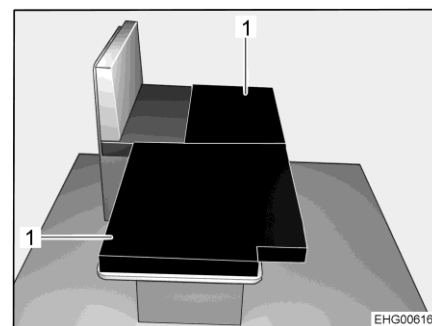

Bild 46 Efter ombyggnaden
- Lägg de båda extra dynorna (Bild 46,1) på det nersänkta bordet så som visas i bild.